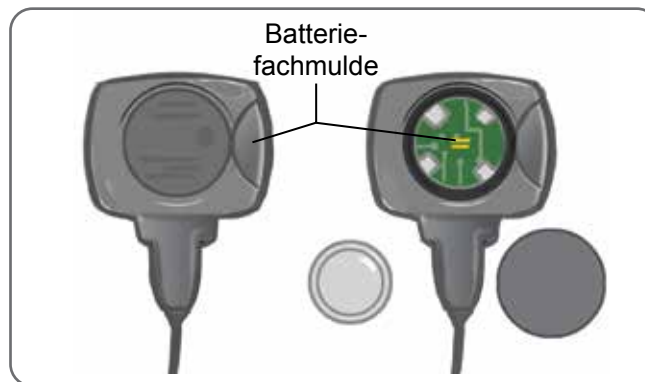

Abbildung 11-1: Austauschen der Fußsensor-Batterie
1. Schieben Sie den Batteriefachdeckel mithilfe der Mulde auf der Rückseite des Fußsensors heraus. Siehe Abbildung 11-1.